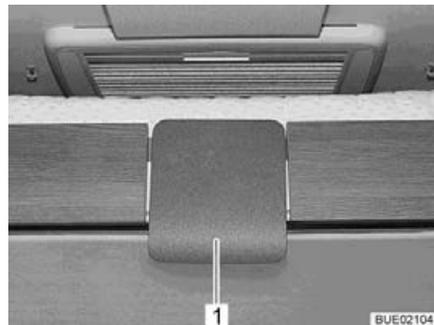

Bild 139 Entriegelungsplatte am Hubbett (Ixeo I)
- Hubbett mit Rastung: Unten an der Entriegelungsplatte (Bild 139,1) ziehen und Hubbett bis zum Anschlag nach unten ziehen.